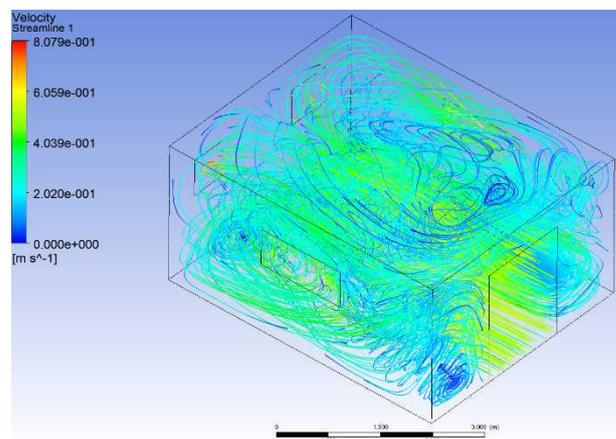

図4 すべての窓を開けた時(②)
続いて、②の時の結果を図4に示します。①の時に比べて、流線が全体的に暖色の色に変まっていることがわかります。このことから、部屋全体の空気の流れが速くなり、空気が淀みなく部屋を流れてよく換気されているということがわかりました。私が教えてもらったことはあながち間違っていなかったようです。